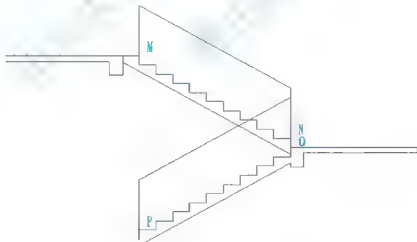

图 4.111 绘制栏杆线
(1) 将【栏杆扶手】图层设置为当前层, 分别在 M、N、O 和 P 踏口处向上绘制 900mm 高的垂直线, 然后用直线分别连接 M、N 处垂直线的上端和 P、O 处垂直线的上端, 形成扶手线, 结果如图 4.111 所示。